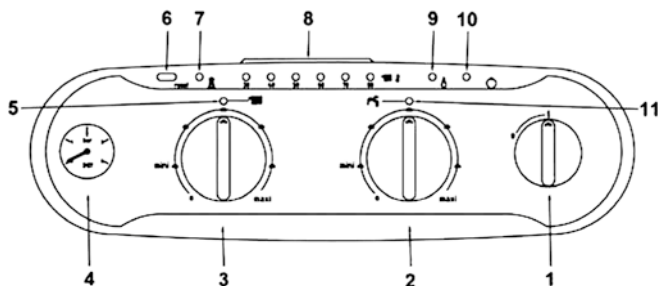
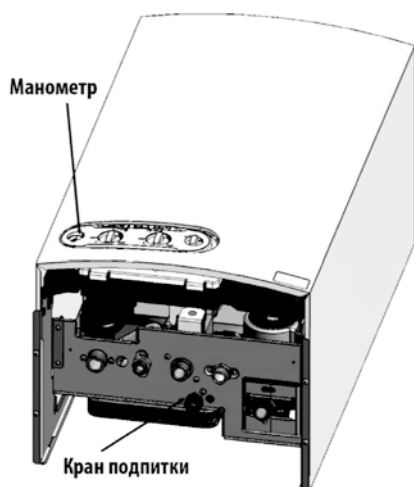

Рис. 1. Панель управления.
Рис. 7. Кран для заполнения водой системы отопления.
Для активации режима необходимо повернуть ручку регулировки температуры ОВ на положительную величину. После этого лампочка индикации режима отопления должна загореться. Во время нагрева системе отопления на панели блока управления должна отображаться фактическая температура (поз. 8 – рис. 1). Регулировка осуществляется в пределах от 35-85°C
Для отображения неисправностей в работе котла панель управления снабжена световыми диодами (поз. 8 - Рис. 1). Каждой неисправности соответствует своя последовательность горящих/моргающих диодов. Расшифровка последовательностей приведена в разделе 6.1.
Для включения котла поверните переключатель ВКЛ / ВЫКЛ (поз. 1 - рис. 1) в положение (I)
Для выключения котла поверните переключатель ON/OFF (поз. 1 - рис. 1) в положение (0).
С помощью ручки регулировки температуры в системе отопления (поз. 3 – рис. 1) установите необходимую температуру теплоносителя от 35 до 85 °С.
С помощью ручки регулировки температуры горячей воды (поз. 2 – рис. 1) установите необходимую температуру горячей воды от 30 до 60 °С.
Давление в системе отопления, измеряемое манометром котла (поз. 4 – рис. 1), должно составлять 1,3-1,5 бар. Если во время работы котла давление в системе упадет до величины ниже минимально допустимой, котел будет остановлен и индикация неисправности (поз. 8 рис.1) высветит ошибку 13 (см. табл. 5). С помощью крана подпитки воды (рис. 7) доведите давление до первоначального значения 1,3-1,5 бар. По окончании операции всегда закрывайте кран подпитки системы отопления.